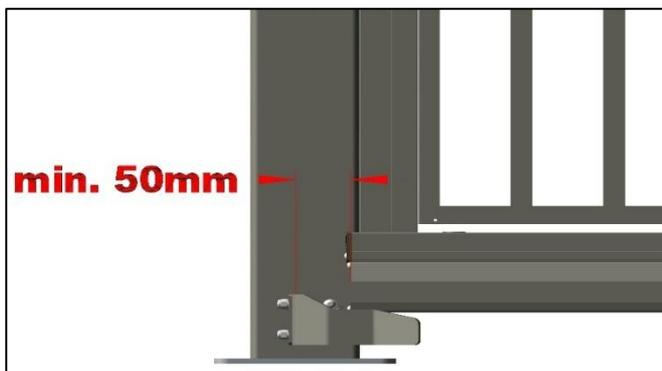

Abbildung 11: Tor kontrollieren
12. Beim Öffnen und Schließen des Tores muss sich die Laufschiene min. 50 mm vor der Hinterseite der Auflaufkonsole befinden. Siehe *Abbildung 11: Tor kontrollieren*.